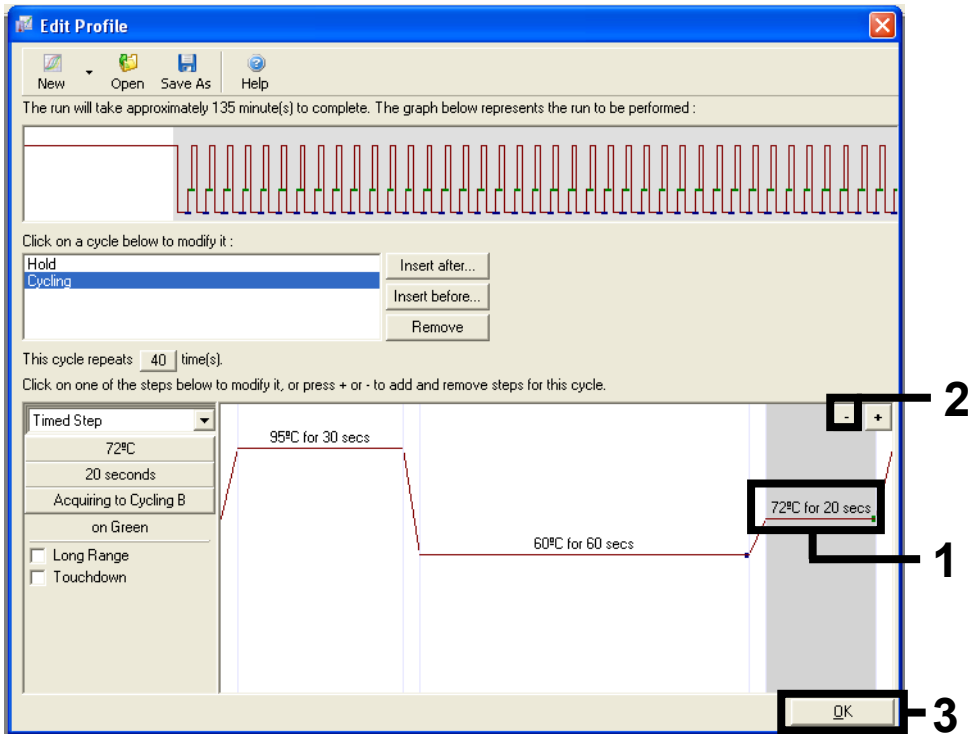

Abbildung 29. Entfernen des Verlängerungsschrittes.
11. Markieren Sie den dritten Schritt und klicken Sie auf **-**, um ihn zu löschen. Klicken Sie auf OK (Abbildung 29).